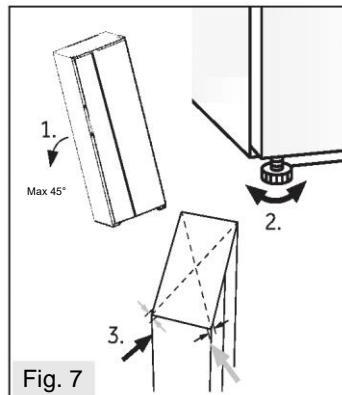

Fig. 7
1. Inclinez légèrement l'appareil vers l'arrière (Fig. 7).